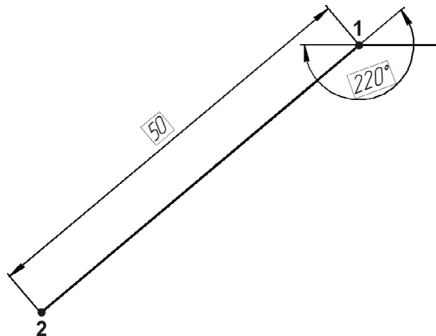

Рис. 59.49.
- 3.1. Из точки 1 постройте отрезок 1–2 длиной 50 мм под углом 220°. Параметры отрезка задайте в полях на Панели свойств. Размеры не проставляйте (рис. 59.49).